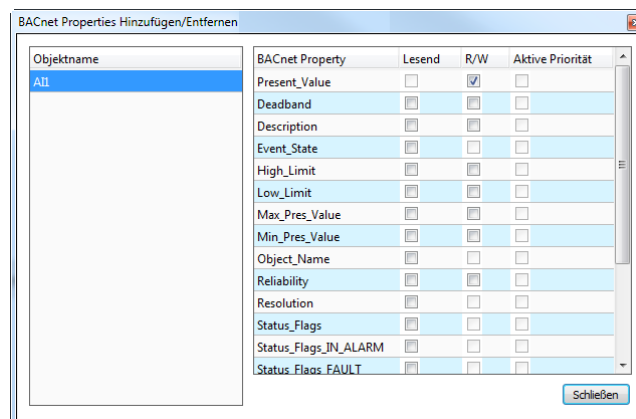

Abbildung 124: Dialog für das Hinzufügen/Entfernen von BACnet Properties
2. Klicken Sie auf den Datenpunkt mit der rechten Maustaste und wählen Sie **BACnet Properties ...** aus dem Kontextmenü. Der folgende Dialog erscheint (siehe Abbildung 124):